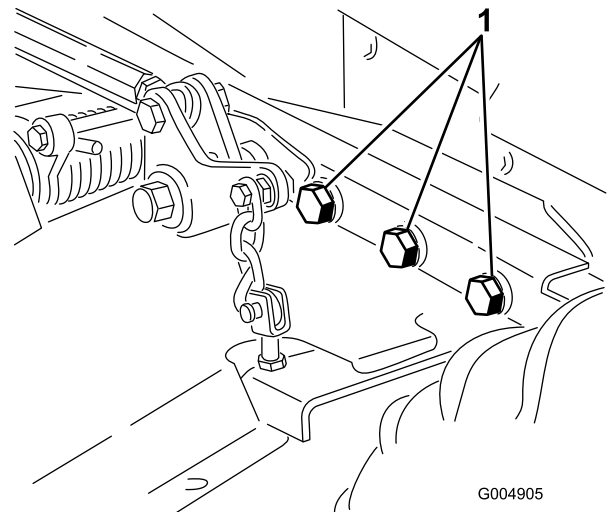

Bild 62
4. Prüfen Sie auf lockere Befestigungsteile und ziehen diese bei Bedarf fest. Ziehen Sie die sechs Schrauben, mit denen der Mähwerkrahmen an der Zugmaschine befestigt ist, mit 395 N m an (Bild 62).